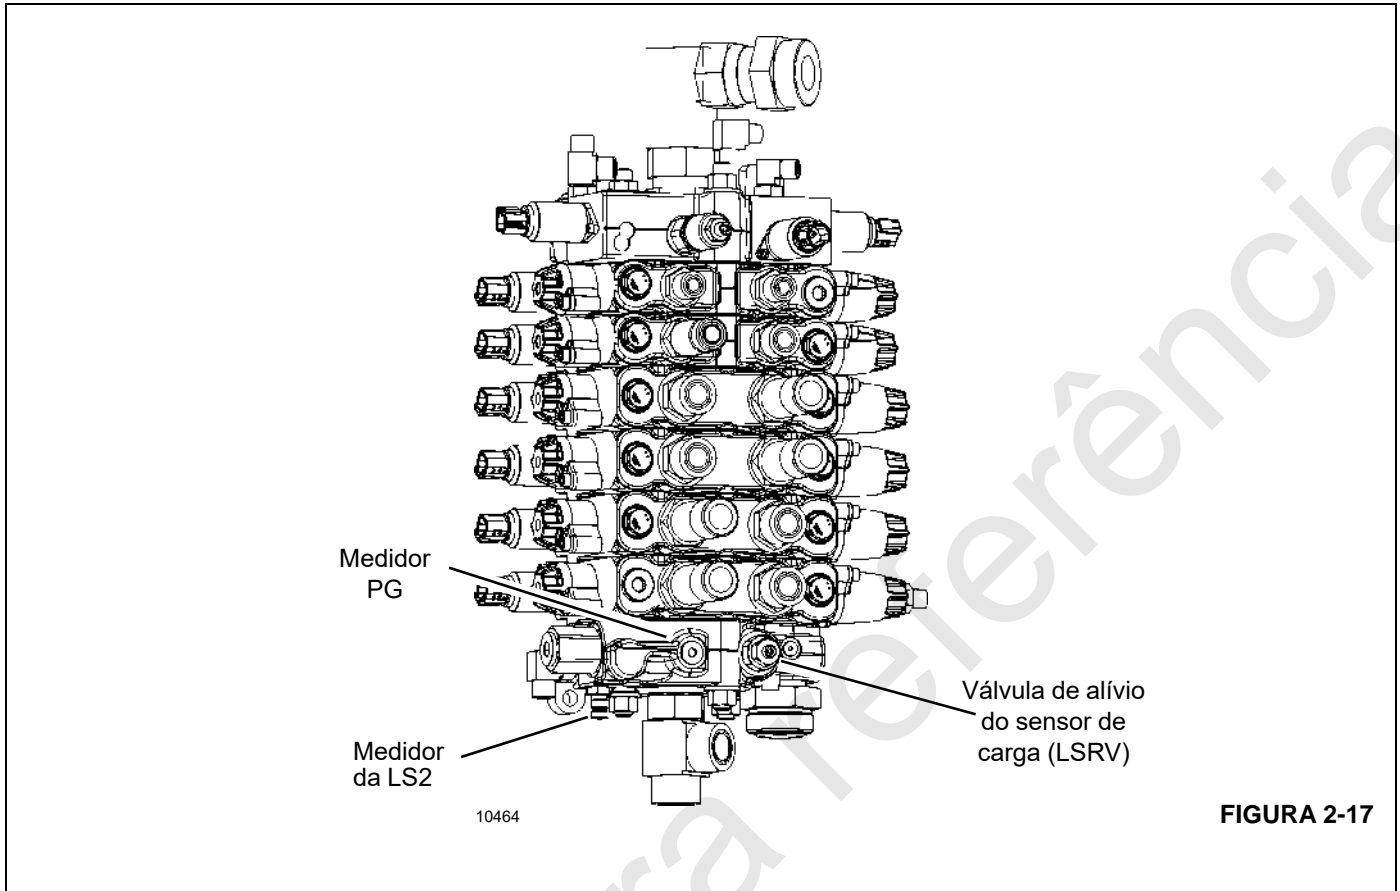

FIGURA 2-17
7. Instale um manômetro na entrada PG de pressão da bomba na válvula de controle direcional conforme mostrado em Figura 2-17.
8. Instale um manômetro na entrada LS2 de pressão do sensor de carga na válvula de controle direcional conforme mostrado em Figura 2-17.
Para ajustar a pressão máxima da bomba, a válvula de alívio do sensor de carga (LSRV) (mostrada em Figura 2-17) deve ser elevada ao ajuste de pressão máxima na válvula de controle principal de acordo com o procedimento em *D. Ajuste da pressão da LSRV (válvula de alívio do sensor de carga) (válvula de controle direcional)*, página 2-28, então a pressão máxima da bomba pode ser ajustada através do parafuso de ajuste de PC na bomba.
2. Certifique-se de que um manômetro esteja na entrada do medidor PG. (Figura 2-17).
2. Certifique-se de que um manômetro esteja na entrada LS2 do medidor do sensor de carga (Figura 2-17).
1. Solte a contraporca sextavada de 3/4 pol. na LSRV (Figura 2-17).